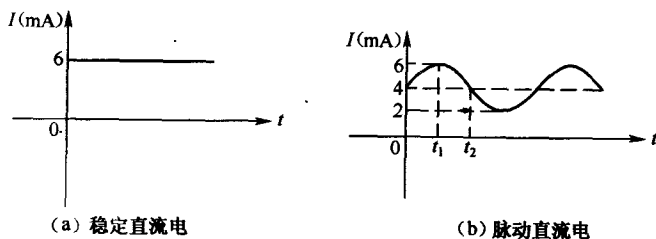

图 1-8 直流电
① 稳定直流电是指方向固定不变并且大小也不变的直流电。稳定直流电可用图 1-8 (a) 所示直线表示,图 1-8 (a) 中稳定直流电的电流 I 的大小始终保持恒定(始终为 6mA),在图中用直线表示,方向保持不变(电流始终从电源正极流向负极),图中的直线始终在横坐标轴(t 轴)上方,表示电流的方向始终不变。
② 脉动直流电是指方向固定不变,但大小随时间变化的直流电。脉动直流电可用图 1-8 (b) 所示曲线表示,从图中可以看出,脉动直流电的电流 I 大小随时间作波动变化(如在 t_1 时刻电流为 6mA,在 t_2 时刻电流变为 4mA),在图中用曲线表示;方向始终不变(电流也是始终从电源正极流向负极),图中的曲线始终在横坐标轴(t 轴)上方,表示电流的方向始终不变。